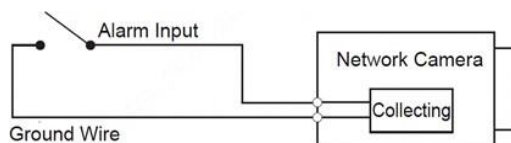

Abbildung 1-2 Alarめingang
1. Verbinden Sie den Alarめingang des Geräts mit dem Alarめingang des I/O-Ports, siehe Abbildung 1-2.